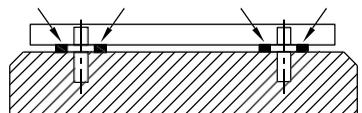

Рис. 2. Фундамент, опорная плита и установка прокладок
- Поместить насосный агрегат на бетон и отрегулировать горизонтальное положение напорного фланца путем добавления или удаления прокладок под опорной плитой, используя спиртовой уровень, как показано на **рис. 2**. Убедиться, что он расположен полностью горизонтально.